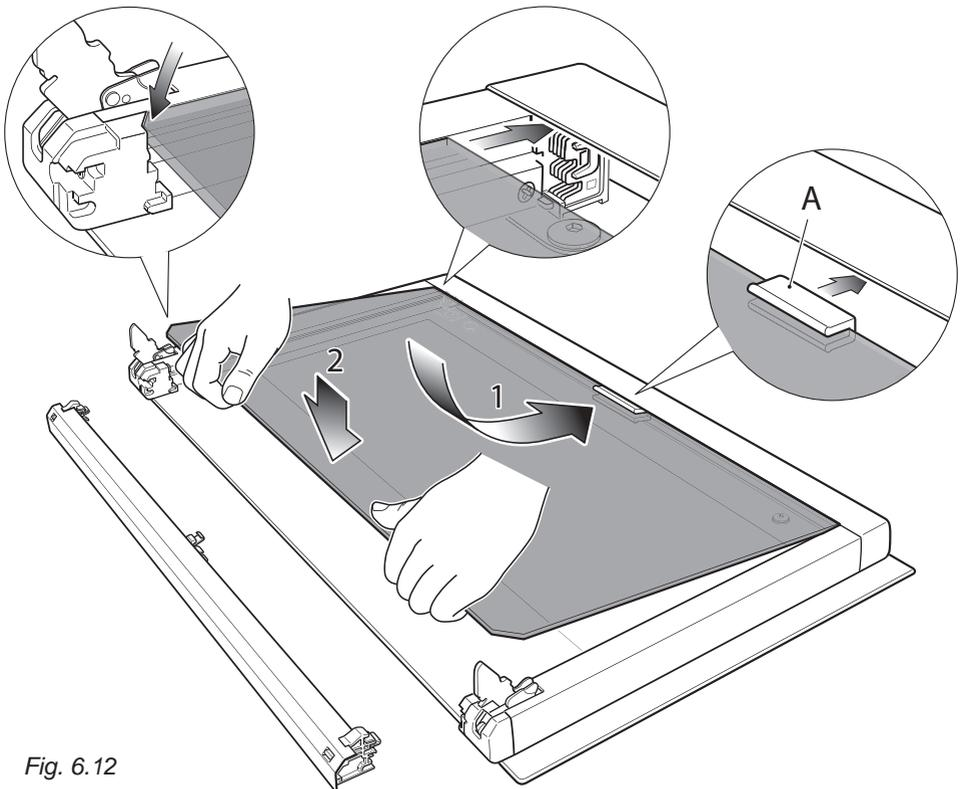

Fig. 6.12
- Vous vérifiez que le joint "A" est bien en place (fig. 6.12). Sinon, placer correctement le joint dans le bord supérieur de la vitre intérieure (en position centrale).
1. Insérer la vitre intérieure dans le niveau supérieur de rainures et appuyer légèrement (flèche 1 in figure 6.12).
2. Abaisser doucement la verre en place (flèche 2 in figure 6.12).